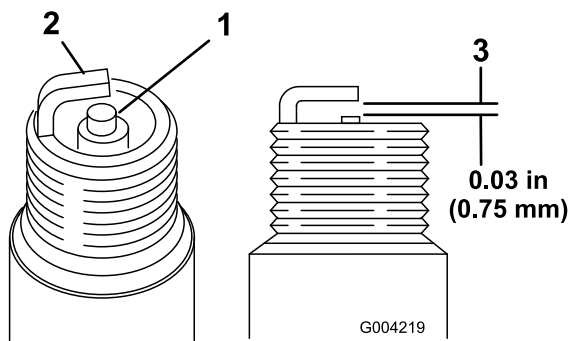

图 48
1. 查看两个火花塞的中心图 48。如果您看到绝缘体上有浅棕色或浅灰色涂层、说明发动机运行正常。如果绝缘体上的涂层为黑色、则通常意味着空气滤清器已变脏。
2. 检查中心电极与侧电极之间的气隙图 48。
3. 如果气隙不正确请弯转侧电极图 48。